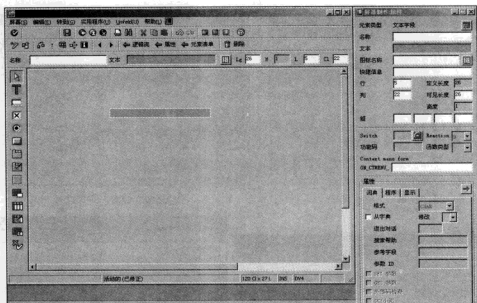

图 12-33 屏幕设计界面
STEP 6 单击工具条上的“格式”按钮进入设计界面，从中添加一个“文本字段”控件，输入“名称”和“文本”，如果控件显示红色，则表示未正确设置属性，如图 12-33 所示。